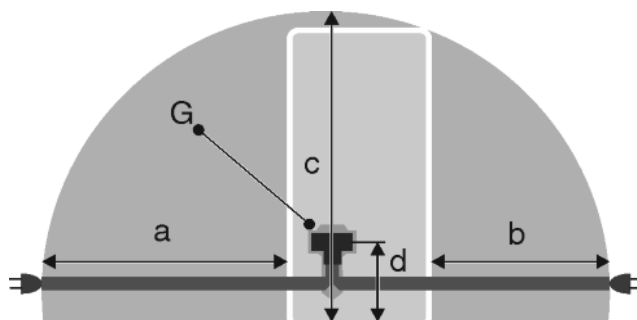

Fig. 20
- Розетка находится вне зоны задней стенки устройства в данной зоне. Fig. 20 (a, b, c)
- ▶ Штекер устройства Fig. 20 (G) подсоедините с задней стороны устройства. Следите за правильной фиксацией.